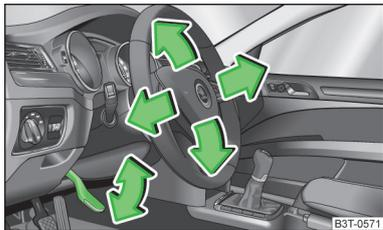

Abb. 2
- Den Hebel unter dem Lenkrad nach unten schwenken » Abb. 2.